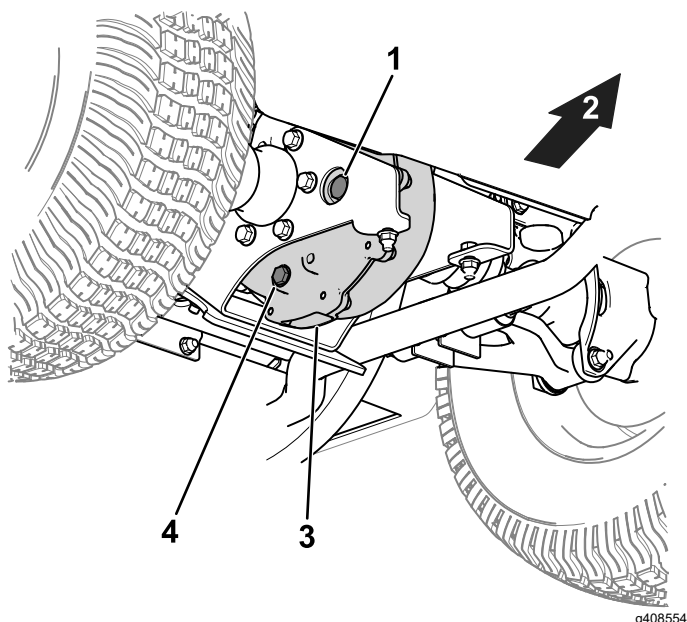

Figura 43
1. Tire o tampão de enchimento do conjunto eixo-transmissão (Figura 43).
2. Se o nível de fluido estiver baixo, retire o tampão de enchimento e adicione o fluido especificado até sair pelo furo (Figura 43).
1. Alinhe um recipiente de escoamento com o tampão de escoamento (Figura 43).
2. Retire o tampão de enchimento (Figura 43).
3. Retire o tampão de escoamento e deixe o fluido escoar completamente (Figura 43).